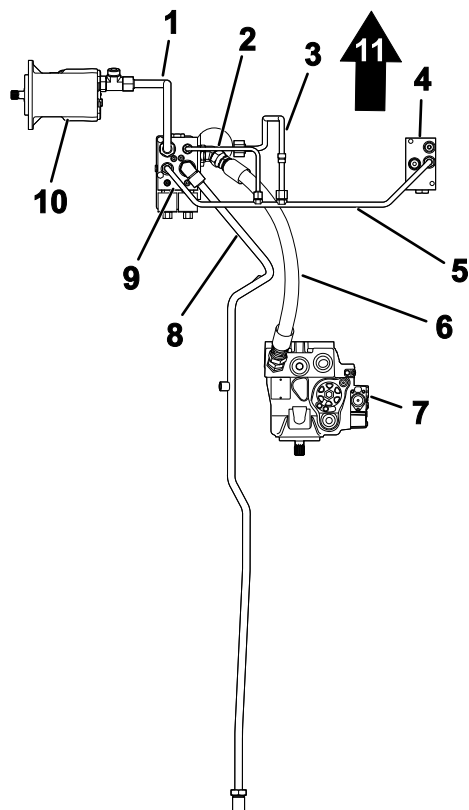
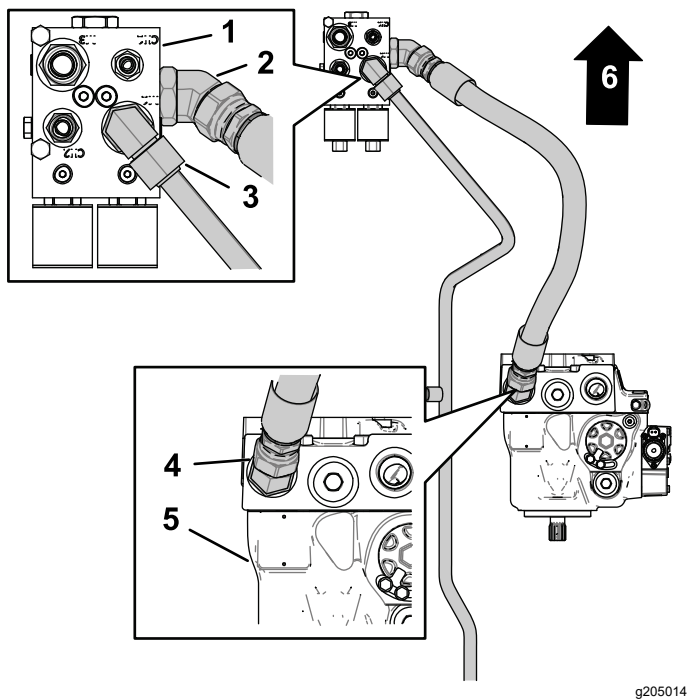

图 7
图 8
1. 将后牵引管的前管螺母与分流器歧管的弯头对齐 图 7 和图 8。
4. 将压力软管的一个直端拧到液压泵内的接头上图 8。
6. 将压力软管的另一直端拧入分流器歧管侧面内的接头上图 8。